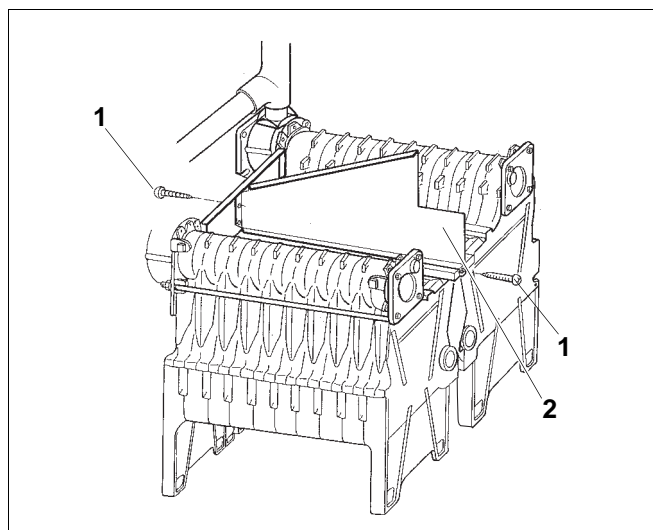

Fig. 34 Visser la pièce intermédiaire
- Mettre la cloison de séparation (fig. 34, **pos. 2**) et la visser sans serrer sur la face avant et arrière avec deux vis à tête plate 3,9 x 9,5 (fig. 34, **pos. 1**) sur la pièce intermédiaire.